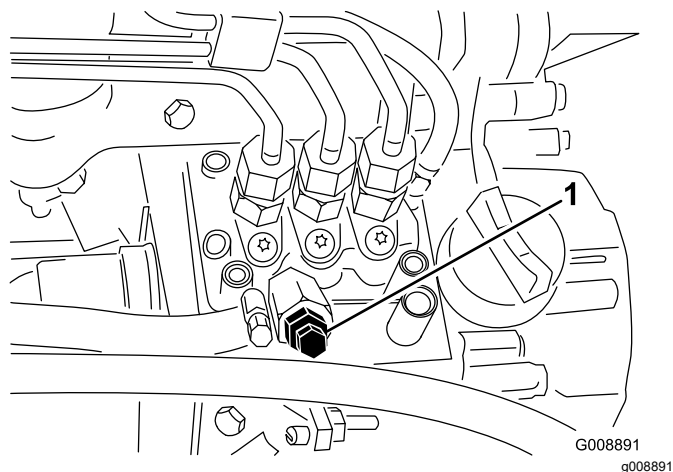

Figura 37
- Desaperte o parafuso de purga que se encontra na bomba de injeção de combustível (Figura 37).